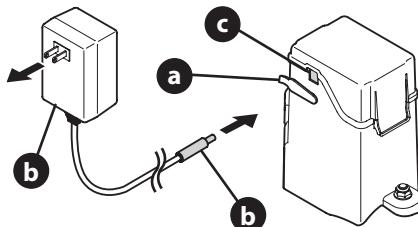

Figure 29
- Soulevez le loquet du port de recharge (a) et branchez le connecteur mâle du chargeur (b) dans la prise (c). Voir Figure 29.